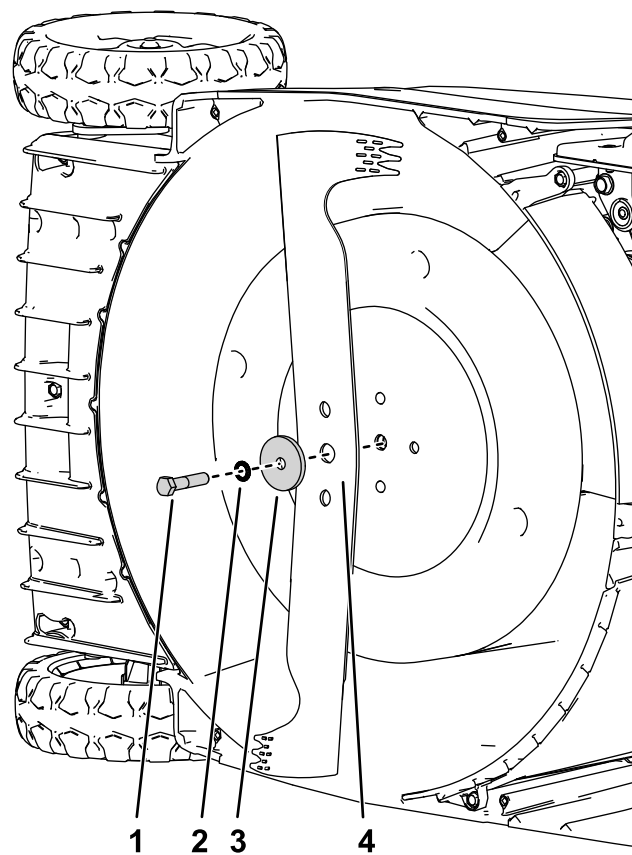

図 26
5. 新しいブレードを取り付ける。外したボルト類を使用する 図 26。